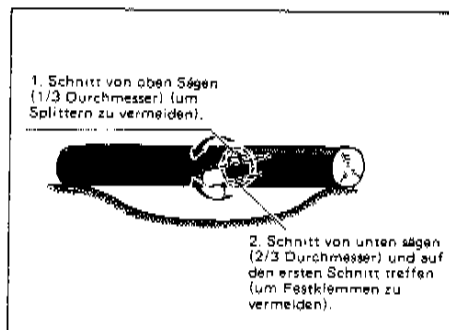

Abb. 20
- Wenn das Holz an beiden Enden abgestützt ist, wie in Abb. 20 gezeigt, zuerst  $\frac{1}{3}$  des Durchmessers von oben durchsägen. Dann die restlichen  $\frac{2}{3}$  von unten her sägen, bis der Schnitt sich mit dem oberen trifft.